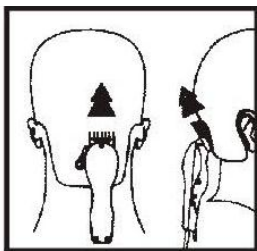

Рисунок 1
2. Держите машинку краями лезвий вверх и начинайте состригать заднюю часть шеи, начиная от центра шеи (рис. 1).